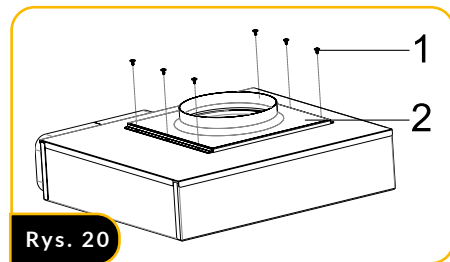

Rys. 18
6. W wewnętrznej części zewnętrznej obudowy wyciągu znajdują się cztery śruby mocujące. Przymocuj zewnętrzną obudowę przy pomocy czterech śrub. (Rys. 18)